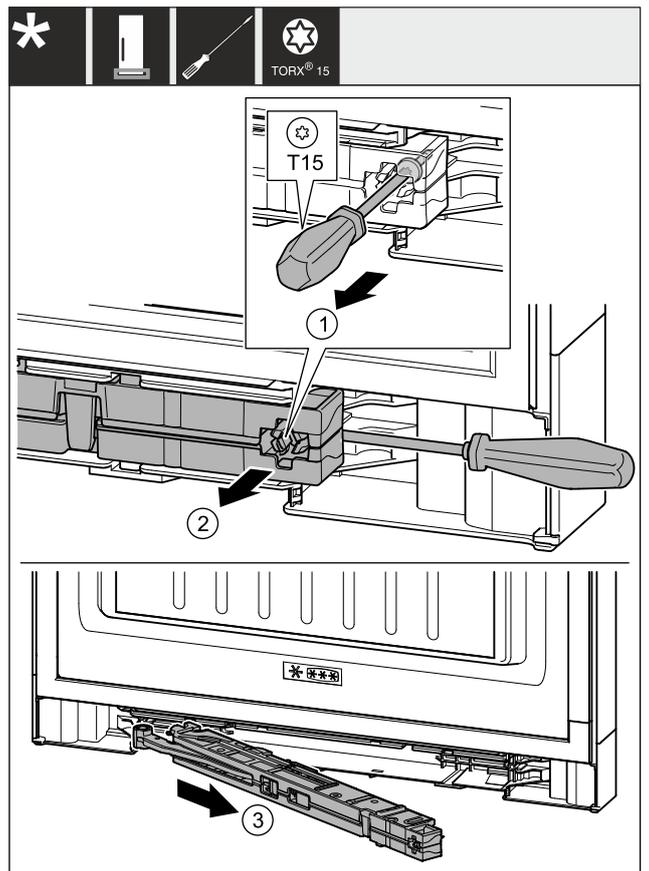

Fig. 8
- ▶ Soltar el tornillo de la unidad de amortiguador de cierre con un destornillador T15 de aprox. 14 mm. Fig. 8 (1)
- ▶ Desplazar por el lado del tirador con un destornillador por detrás de la unidad de amortiguador de cierre. Girar la unidad hacia delante. Fig. 8 (2)
- ▶ Sacar la unidad. Fig. 8 (3)